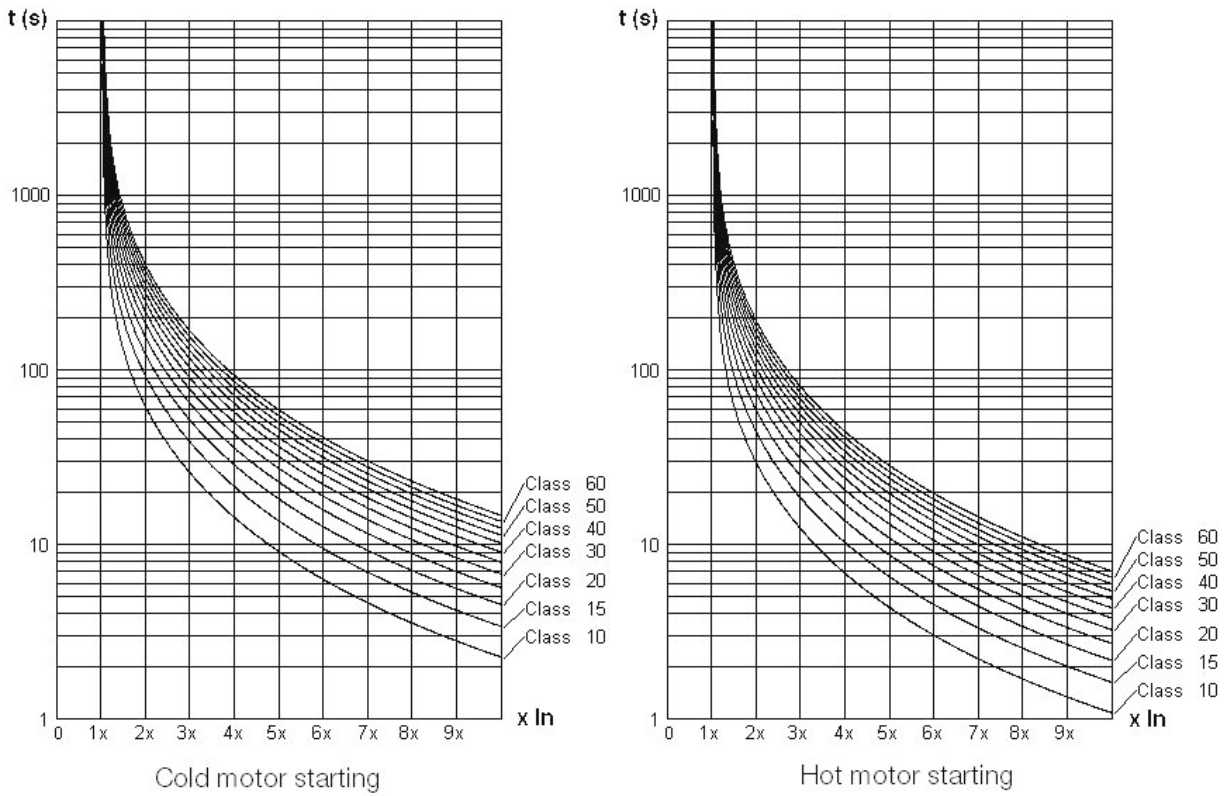

Рисунок 15.6: Стандартные тепловые классы двигателя
- Кривые пуска, или кривые расцепления, основаны на времени блокировки ротора, которое двигатель выдерживает с определенным током (Рисунок 15.6). Эти кривые имитируют нагрев двигателя в ситуациях перегрузки, т.е. с током выше его номинального тока и, как правило, основаны на стандарте IEC 60947-4-2.
Рисунок 15.6 отображает времена тепловых классов в соответствии со стандартом IEC 60947-4-2.
Заводские настройки параметров P0840 = 3 = класса F = 155° C, P0841 = 40° C и P0842 = 60° C определяют времена расцепления, (см. Рисунок 15.6) для тепловых классов согласно стандарту IEC 60947-4-2. Эти времена основаны на типичных характеристиках стандартных двигателей рынка, и не являются достаточными для запуска специальных двигателей, которые имеют более высокие классы изоляции, могут запускаться с более высокими токами и имеют разнообразные типы систем охлаждения.